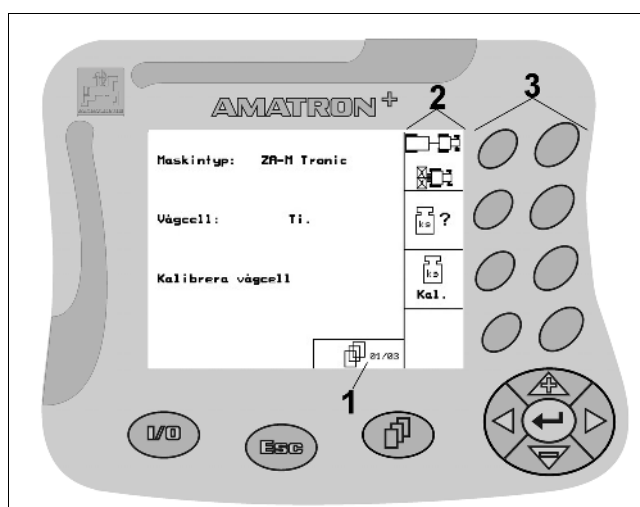
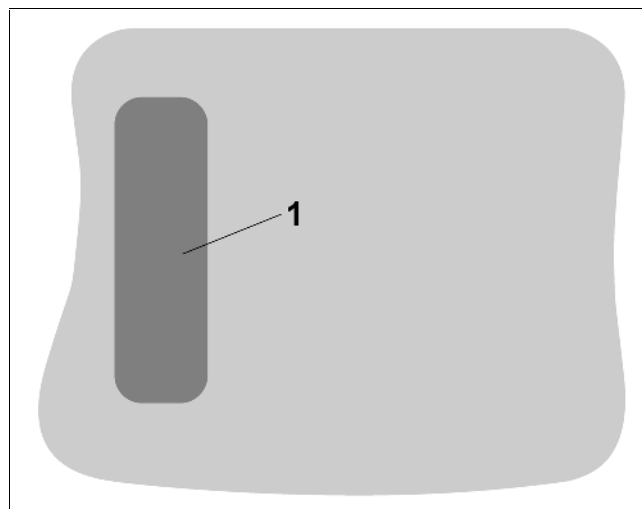

Fig. 9
Fig. 10
-  - Bläddra till nästa sida i menyn (endast då bläddringssymbol (Fig. 9/1) visas i displayen.
Då Shift-knappen  (Fig. 10/1) trycks in vid arbetsmenyn, visas ytterligare funktionsfält (Fig. 11) i i displayen. Samtidigt ändras funktionerna för funktionsknapparna. Med intryckt Shift-knapp kan de nu visade funktionerna påverkas med motsvarande funktionsknappar (Fig. 9/3).